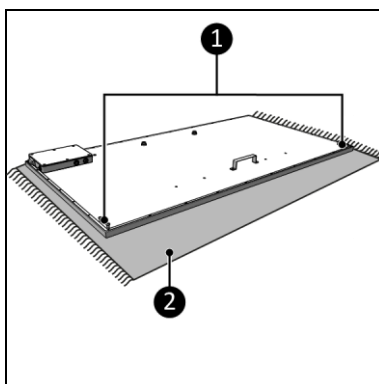

Abbildung 8
1. Legen Sie das Gerät auf eine stabile weiche Oberfläche (Abbildung 8, Pos. 2).
2. Entfernen Sie die unteren Schrauben (4x) auf der Rückseite des Heizgeräts (Abbildung 8, Pos. 1).